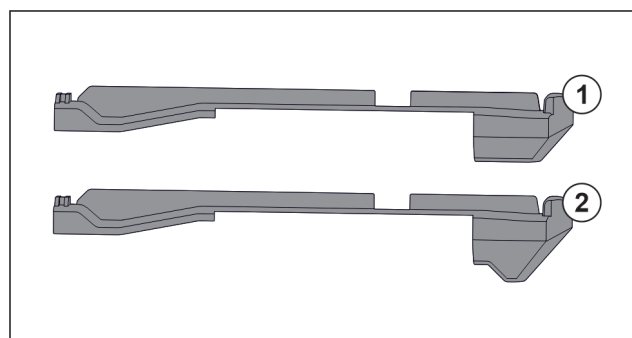

Fig. 62 Sammenligning av påsettsingsdeler
I apparatet finnes to ulike påsettsingsdeler. Påsettsingsdel over en nederste skuffen Fig. 62 (2) har en trekantet kant. Alle andre påsetting Fig. 62 (1) har en rett kant.
- Anbring påsettsingsdel Fig. 62 (2) med trekantet kant over nederste skuff.
- Anbring påsettsingsdel Fig. 62 (1) med rett kant til alle andre steder.